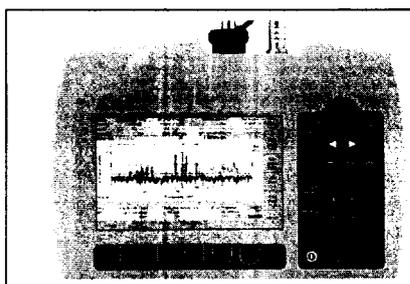

Рисунок 4
8.2.5 Нажатием на передней панели УИ-3006 кнопок (рисунок 4) убедиться в том, что они функционируют.